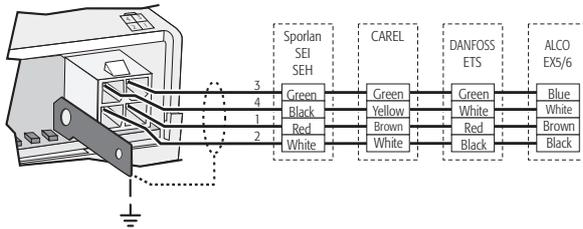

Fig. 3.12
- Ventil: Das Ventil gemäß Parametereinstellung "Valve type" anschließen (Fig. 3.12).